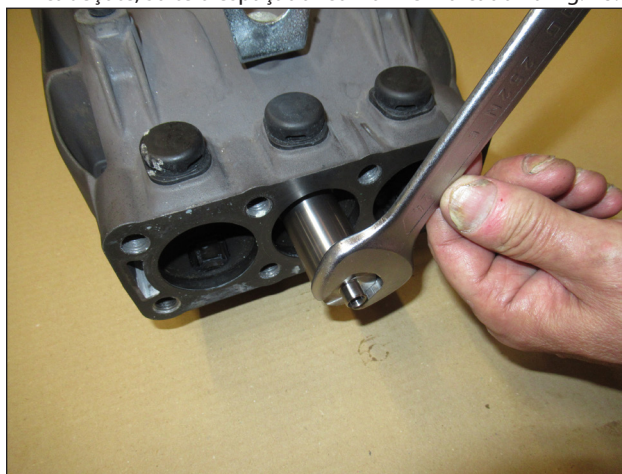

Fig. 48
A) Depois de desmontar o cabeçote e o espaçador do cabeçote, solte o espaçador conforme indicado na Fig. 48.